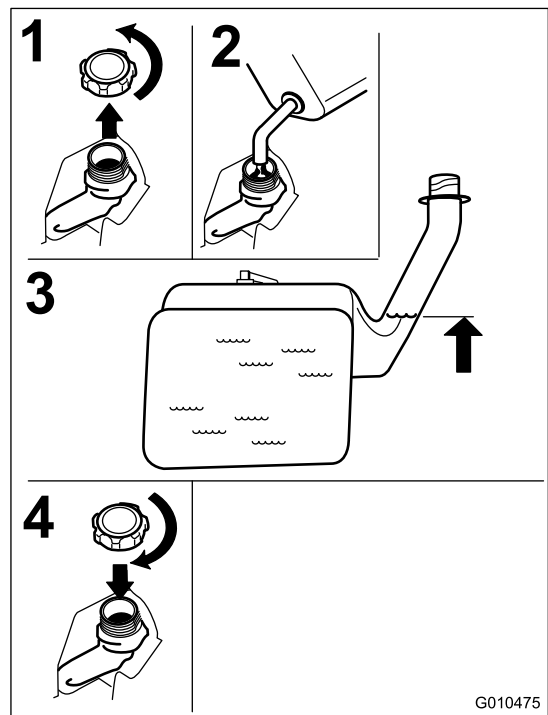

Bild 12
2. Füllen Sie **langsam** bleifreies Normalbenzin ein, bis die Unterseite des Einfüllstutzens erreicht ist (Bild 12).